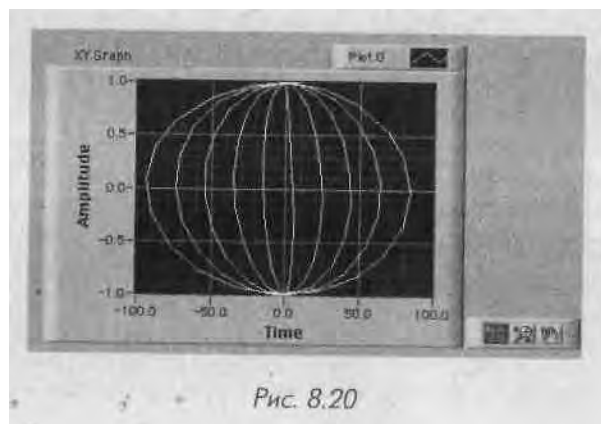

Рис. 8.20
Графики, используемые вами в предыдущих главах, создаются путем построения осциллограмм, точки которых получены через регулярные интервалы времени. Однако, если вы получаете данные через нерегулярные интервалы или хотите построить математическую функцию, имеющую несколько значений Y для одного значения X , то вам необходимо задать точки графика, используя их координаты (X, Y) . **Двухкоординатные** (XY Graphs) графики строят подобные кривые. На их вход необходимо подавать типы данных, отличные от тех, **которые** поступали на графики осциллограмм. Однолучевая двухкоординатная осциллограмма (XY) и соответствующий терминал на блок-диаграмме показаны на рис. 8.20 и 8.21.